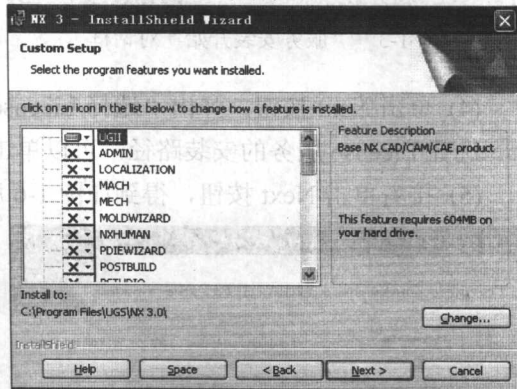

图 1-10 “模块选择”对话框
(4) 如果用户熟悉 UG 系统的各个模块或者有特殊要求, 可以选择 Custom 安装方式进行安装。单击 Next 按钮, 弹出如图 1-10 所示的“模块选择”对话框。